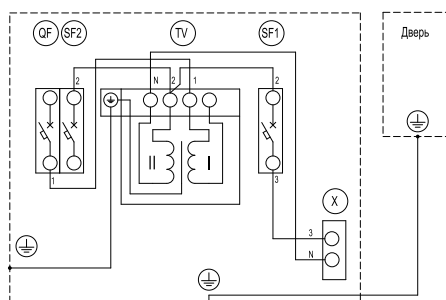

Рисунок 2 – Схема электрическая ящика ЯТП-0,25 230/24-3 УХЛ2 IP54
6.2.6 Присоединить зачищенные жилы подводящих и отходящих проводников согласно электрической схеме (рисунок 2).